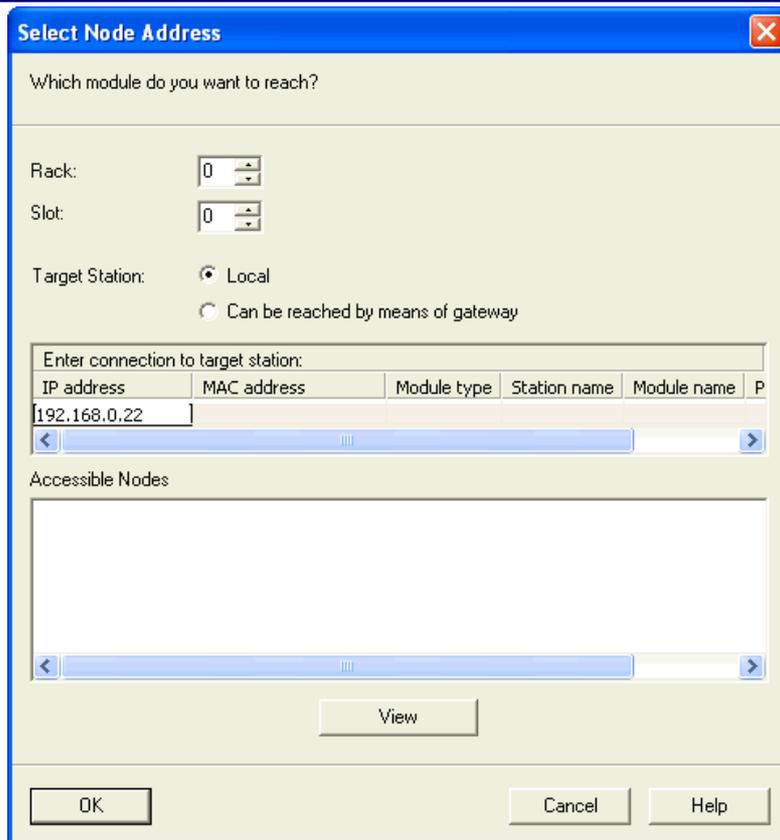

图 6 硬件组态上载时站点选择
- 3) 选择 Step 7 中的菜单“Step 7>upload station to PG”，可将 Simotion 的硬件组态信上下载到编程器中。在弹出的“Select Node Address”对话框中填入 Simotion 的实际 IP 地址并点 OK 执行上载，如图 6: